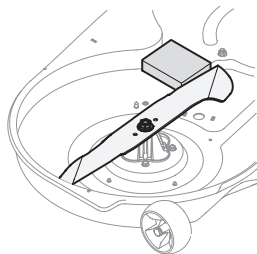

Figure 35
- Placez un morceau de bois entre le boîtier du plateau de coupe et la lame de coupe pour empêcher tout mouvement. Voir Figure 35.
- Retirez l'écrou qui fixe la lame à la fusée. Voir Figure 35.